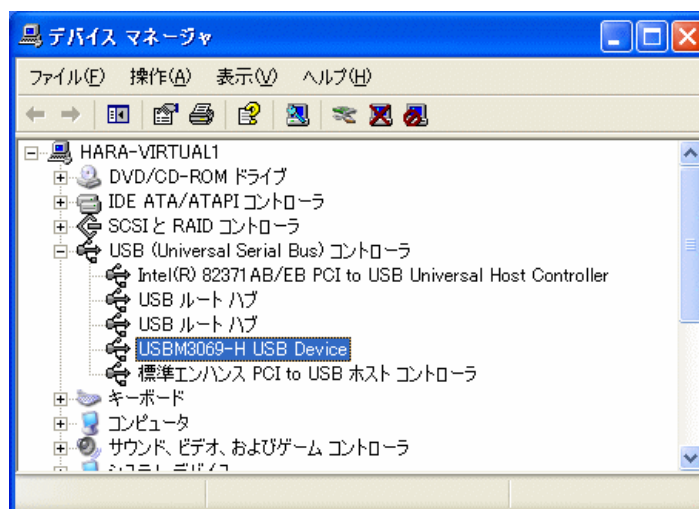

図 13 Windows XP のドライバインストール確認
- ③ デバイスを USB ケーブルでパソコンに接続します。図 13 のように「デバイス マネージャ」の画面に「USBM3069-H USB Device」と表示されれば、ドライバが正しくインストールされています。